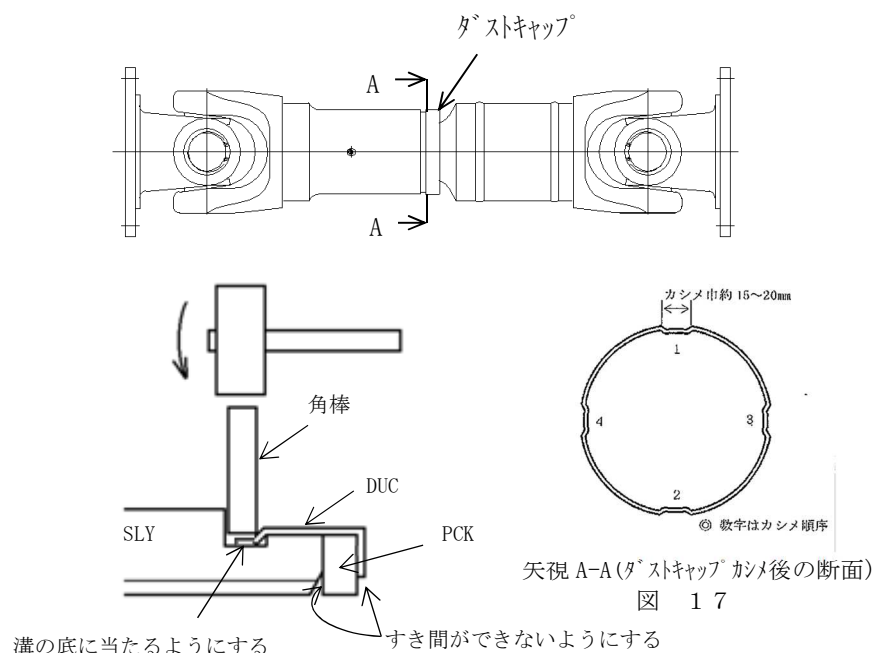

図 17
- A、Gシリーズのスプライン部のダストキャップ(DUC)は4ヶ所をカシメて下さい。… 図17